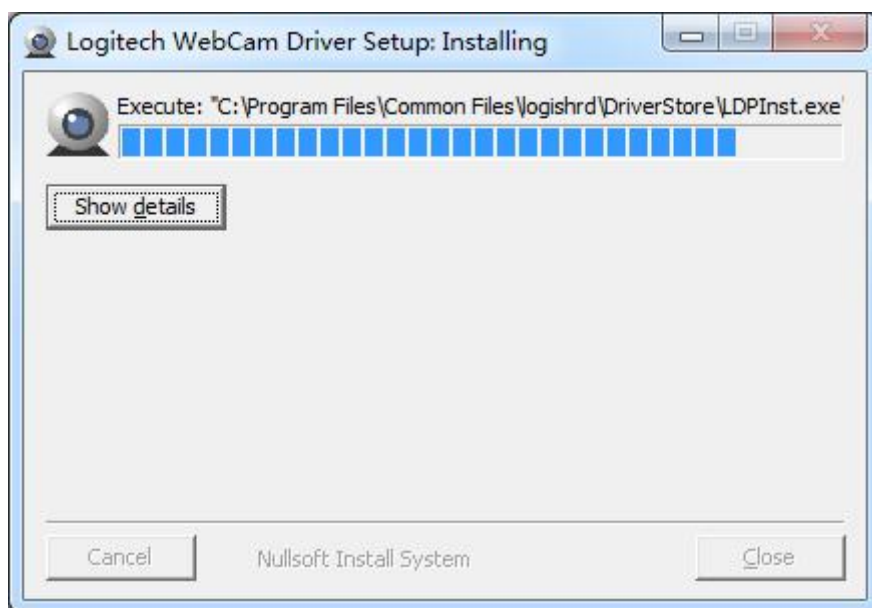

图 4-1 摄像头驱动安装
1. 在安装目录下，双击  ESNavi-Installer_... 软件安装图标，进入安装程序。首先自动安装摄像头驱动（图 4-1）（如果摄像头驱动已经安装最新版驱动则自动跳过摄像头驱动安装）。